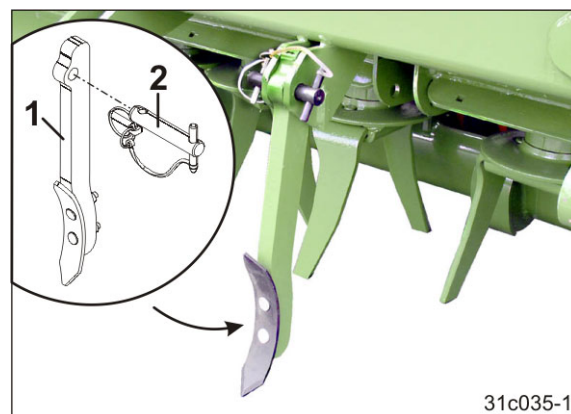

Рис. 70
4. Закрепите центральный рыхлитель (Рис. 70/1) пальцем (Рис. 70/2) и вставьте пружинный фиксатор.